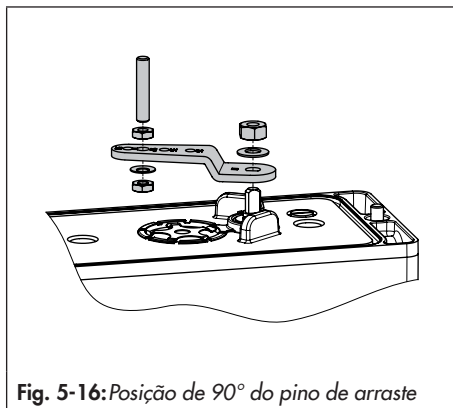

Fig. 5-16: Posição de 90° do pino de arraste
5. Insira e aperte o pino transmissor na posição de 90° no braço do posicionador (consulte a Fig. 5-16). Utilize apenas o pino transmissor mais comprido incluído no kit de montagem.
6. Alinhe o posicionador no suporte adaptador (1) de forma a que o pino transmissor engate no disco de arraste do atuador (3).
7. Aperte o posicionador no suporte adaptador (4) utilizando os parafusos de aperto (6).
2. Aperte o bloco adaptador (1) na interface NAMUR do atuador utilizando os quatro parafusos de aperto (2). Certifique-se de que os vedantes assentam corretamente.
3. Monte o disco de arraste (3) no veio do atuador. Use o adaptador correspondente (consulte a Tabela 5-9 na página 5-45).
4. Coloque o suporte adaptador (4) no bloco adaptador (1) e aperte-o utilizando os parafusos de aperto (5). Certifique-se de que os vedantes assentam corretamente.
5. Insira e aperte o pino transmissor na posição de 90° no braço do posicionador (consulte a Fig. 5-16 na página 5-21).
8. Monte o Amplificador de inversão Tipo 3710 (7) juntamente com os dois casquilhos guia (8) e a placa terminal (9) no suporte adaptador usando os parafusos de aperto associados (10). Certifique-se de que os vedantes assentam corretamente.